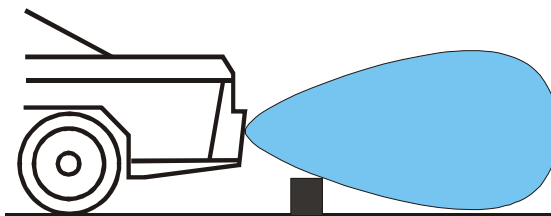

Рис. 10
7.2 Минимальное расстояние обнаружения бордюра (и других низко расположенных объектов), т.н. ширина «вертикальной мертвой зоны», зависит от высоты и угла установки датчиков (см. рис. 10). Например при высоте установки датчиков 60 см, минимальное расстояние обнаружения бордюра высотой 20 см будет около 70 см, а при высоте датчиков 40 см и угле наклона 7° минимальное расстояние обнаружения такого бордюра будет около 50 см. Т.е., находясь ближе этого расстояния, бордюр не будет обнаружен.